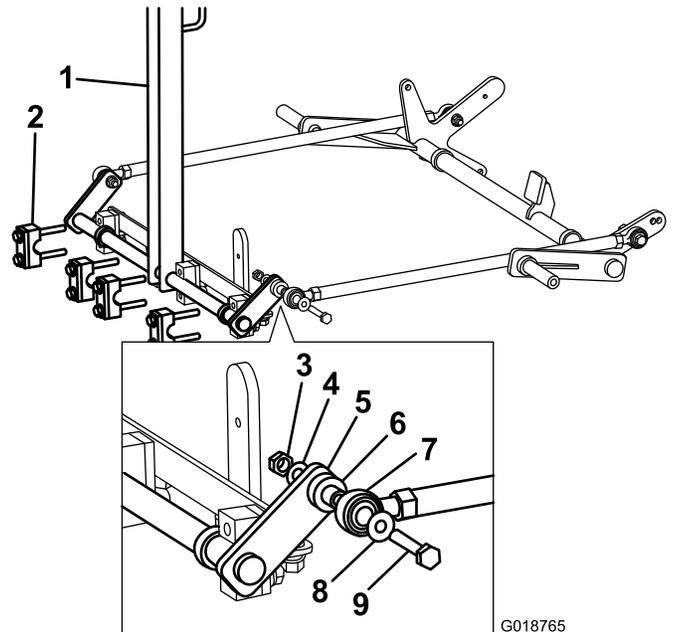

Figura 4
2. Coloque o parafuso através da anilha e extremidade da barra, o casquilho, a barra, a anilha e prenda com a porca (Figura 4).